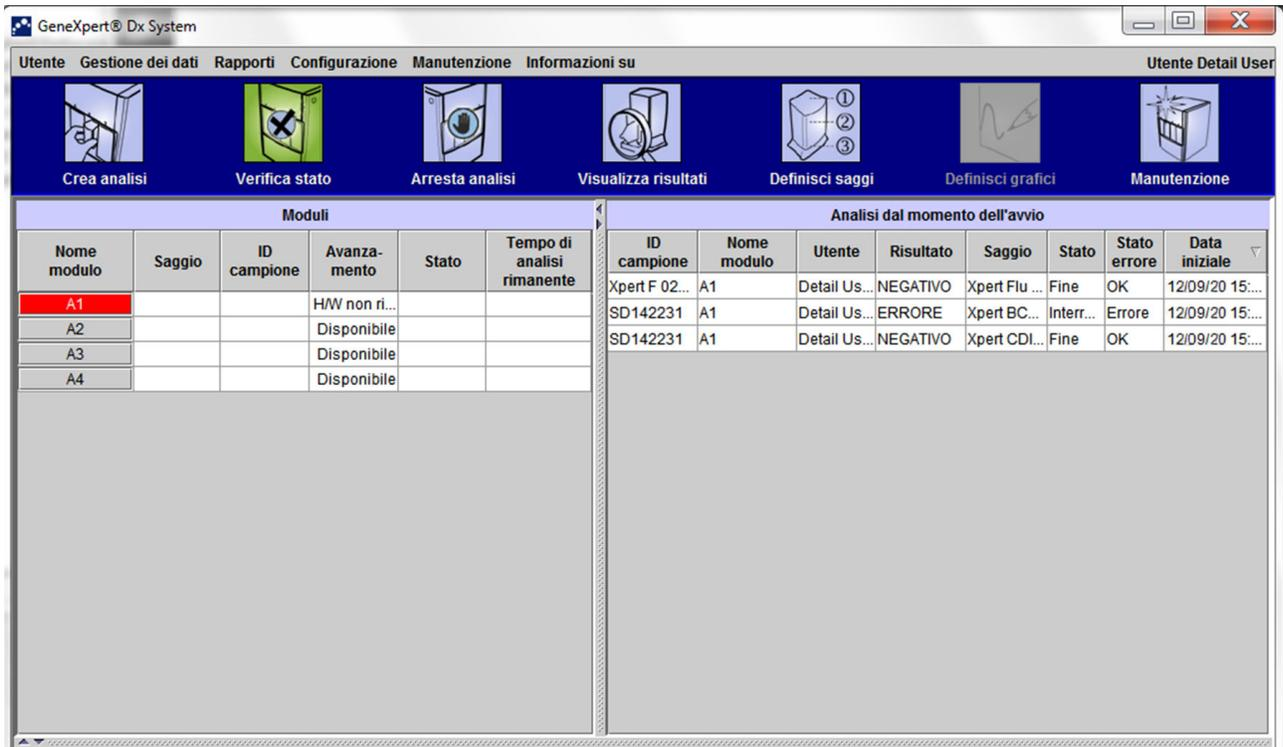
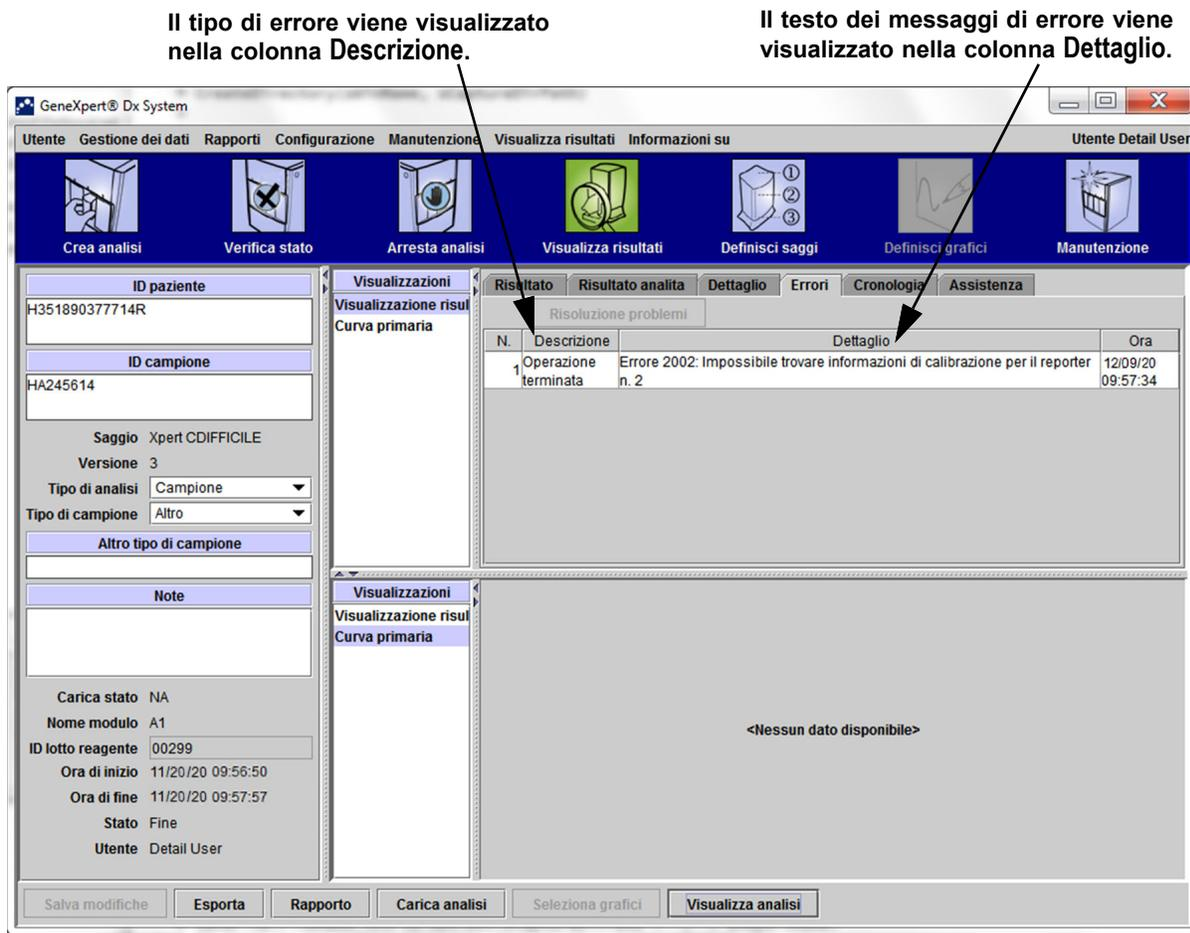

Figura 9-40. Finestra GeneXpert Dx System—Verifica stato
Figura 9-41. Finestra GeneXpert Dx System—Visualizza risultati, scheda Errori con vista degli utenti avanzati e dell'amministratore
- **Sezione 9.19.2.5, Errori dell'analisi post-sessione:** errori che si verificano durante il processo di riduzione dei dati. Tutti gli errori sono visualizzati nella finestra Verifica stato (vedere la Figura 9-40). I dettagli relativi agli errori specifici del test possono essere visualizzati inoltre nella scheda **Errori** della finestra Visualizza risultati (vedere la Figura 9-41).
Nella Tabella 9-3 sono elencati gli errori che potrebbero essere visualizzati durante un test non interrotto. Questi messaggi di errore indicano che si sono verificati alcuni errori non critici che richiedono l'attenzione dell'utente, nonostante il sistema abbia portato a termine il test e salvato i risultati. Tali messaggi di errore vengono visualizzati nella finestra Visualizza risultati (vedere la Figura 9-41). Per contattare l'Supporto tecnico di Cepheid vedere la sezione Assistenza Tecnica nella Prefazione per le informazioni di contatto.
Nella Tabella 9-4 sono elencati gli errori che vengono talvolta visualizzati quando un test viene interrotto. I messaggi di errore relativi all'interruzione di un'operazione sono visualizzati nella finestra Visualizza risultati. Vedere la Figura 9-41. Per contattare l'Supporto tecnico di Cepheid vedere la sezione Assistenza Tecnica nella Prefazione per le informazioni di contatto.
Nella Tabella 9-5 sono elencati gli errori che vengono talvolta visualizzati durante il processo di caricamento della cartuccia. I messaggi di errore relativi al caricamento della cartuccia sono visualizzati nella finestra Verifica stato. Vedere la Figura 9-40.
Nella Tabella 9-6 sono elencati gli errori che vengono talvolta visualizzati durante il processo di autotest. I messaggi di errore relativi all'autotest sono visualizzati nella finestra Verifica stato. Vedere la Figura 9-40. Per contattare l'Supporto tecnico di Cepheid vedere la sezione Assistenza Tecnica nella Prefazione per le informazioni di contatto.
Nella Tabella 9-7 sono elencati gli errori che vengono talvolta visualizzati durante il processo di analisi post-sessione (riduzione dei dati). I messaggi di errore di analisi post-sessione vengono visualizzati nella finestra Visualizza risultati (vedere la Figura 9-41). Per contattare l'Supporto tecnico di Cepheid vedere la sezione Assistenza Tecnica nella Prefazione per le informazioni di contatto.